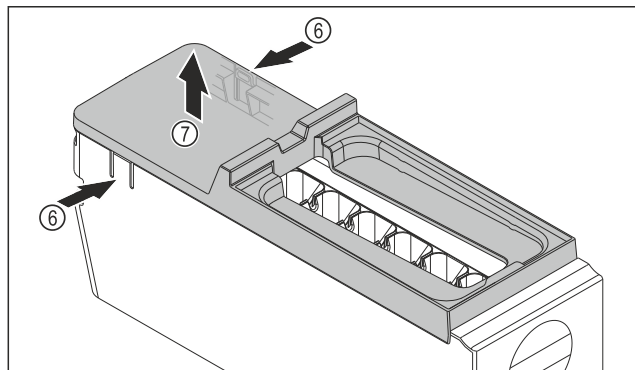

Fig. 80
- ▶ Scoateți apărătoarea corpului EasyTwist-Ice: Apăsați eclisele Fig. 80 (6) de pe ambele părți ale corpului EasyTwist-Ice cu o mână.
- ▶ Scoateți apărătoarea Fig. 80 (7) cu cealaltă mână în sus.